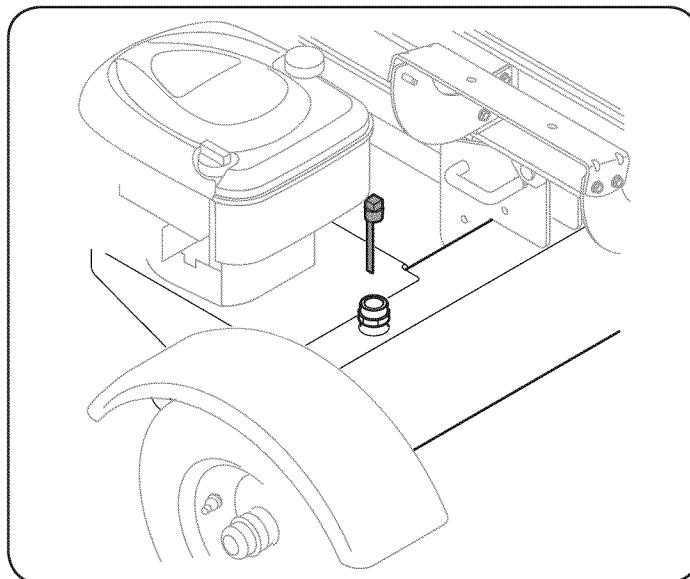

Figura 8
2. Retire la varilla del depósito venteadada que se encuentra delante del motor, sobre el tanque de depósito. Vea la Figura 8.
3. Controle el nivel de líquido con la varilla de nivel. Vea la Figura 8. No llene el depósito en exceso.